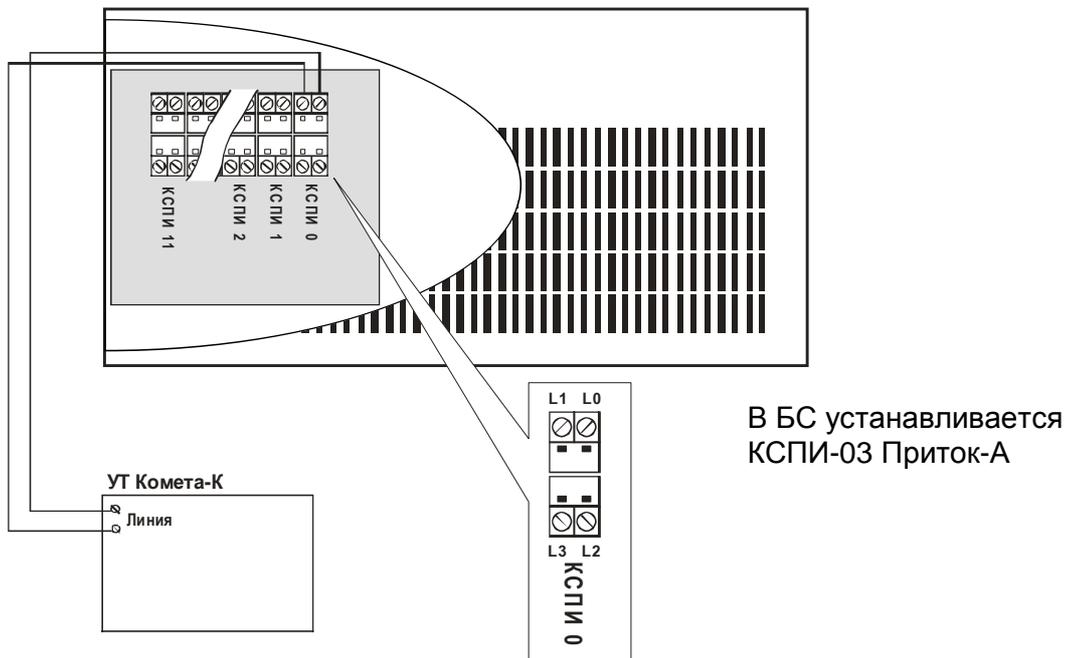

Рисунок 4.3 – Подключение устройства трансляции Комета -К к блоку сопряжения.
- рисунок 4.3 – Подключение устройства трансляции Комета –К;